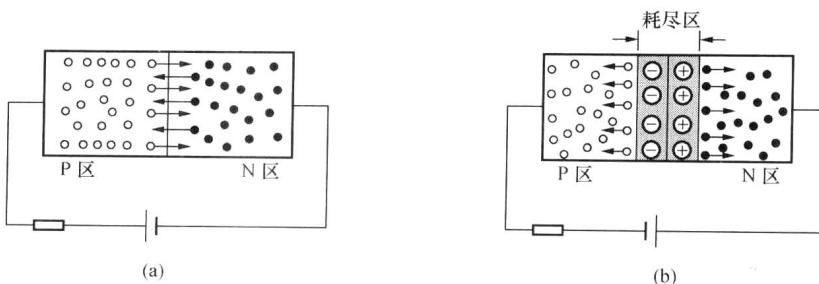

图 1-2 PN 结导电的特性
(1) PN结。在纯净的本征半导体硅或锗晶体中加入微量杂质三价元素硼，可形成主要依靠空穴导电的P型半导体；加入微量杂质五价元素磷，可形成主要依靠电子导电的N型半导体。如果在一块半导体晶片上，用掺杂工艺使一边形成P型半导体，另一边形成N型半导体，则P型区和N型区的交界面会形成一个很薄的区域叫PN结。PN结具有单向导电的特性。PN结导电的特性如图1-2所示。